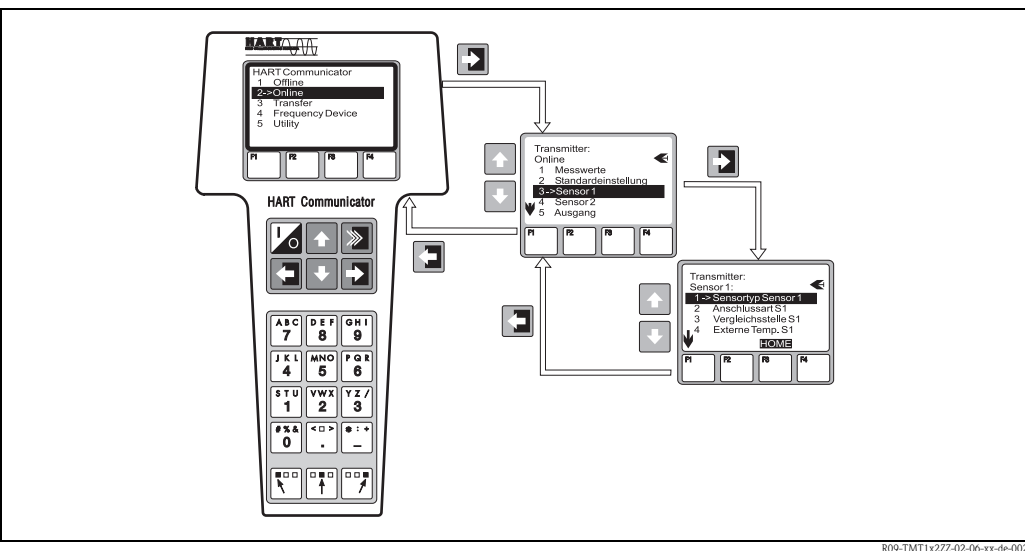

Fig. 11 : Configuration sur le terminal portable pour 'Entrée capteur'
- L'appareil de mesure est déjà raccordé. Il apparaît tout de suite le premier niveau de la matrice de programmation (v. fig. 11). Dans cette matrice sont systématiquement agencées toutes les fonctions accessibles sous HART®.